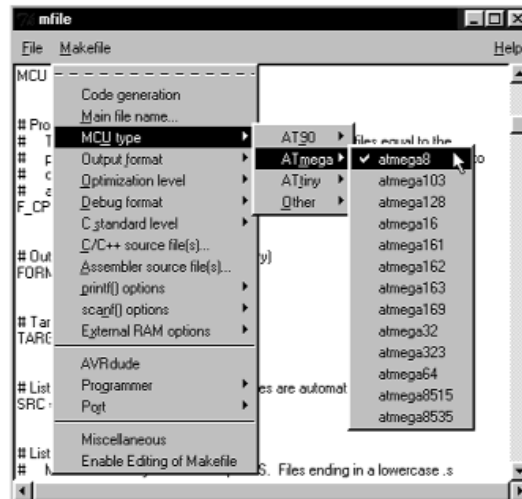

рис.5
- В пункте "Makefile-MCU type-ATmega" выбрать тип микросхемы atmega8 (рис.5).